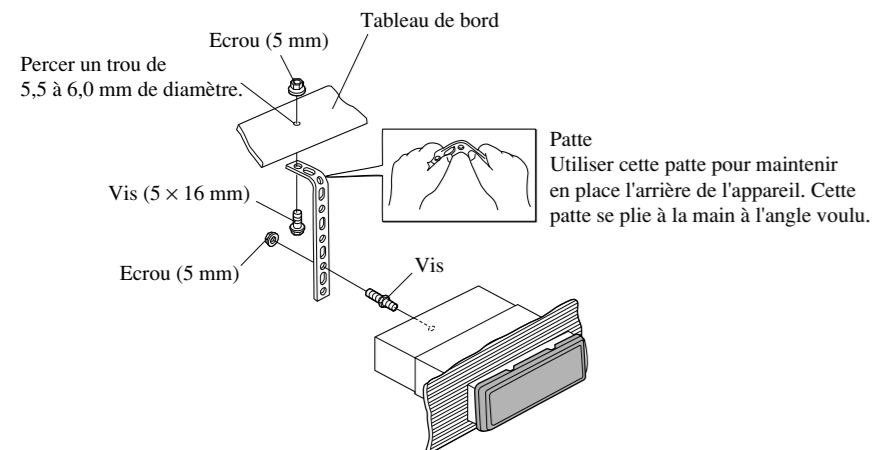

Fig. 7
**Installation sans la bague en caoutchouc (Fig. 7)**